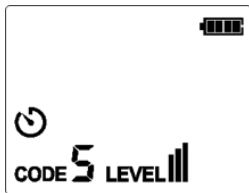

Abbildung 10.2.2a
3. Für die meisten Anwendungen ist die Standardsendeleistung III (Standardcode: 5), wie in Abbildung 10.2.2a dargestellt, ist der auf dem Display angezeigte Wert III.